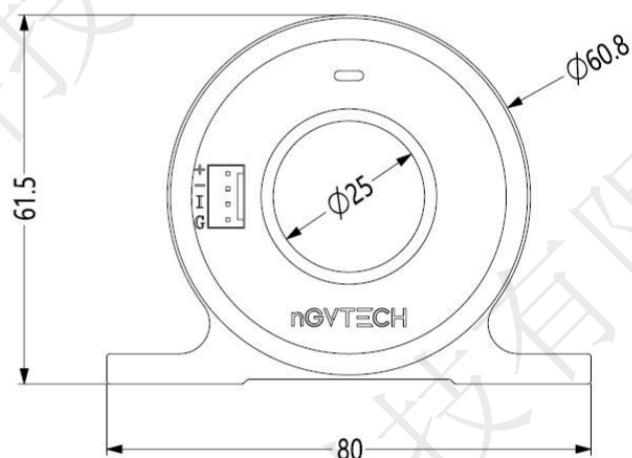

图 1
- 紧固点: 垂直方向 2 孔, 间距 67mm, 如图 1 所示。